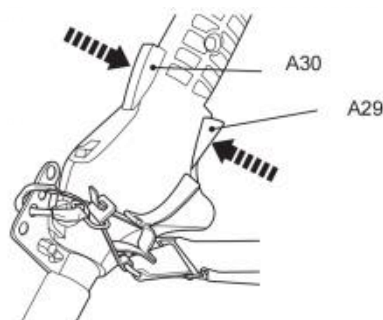

Fig. 39
10. Premere il blocco dell'acceleratore (A30) e il grilletto dell'acceleratore (A29) per azionare il prodotto (Fig. 39).